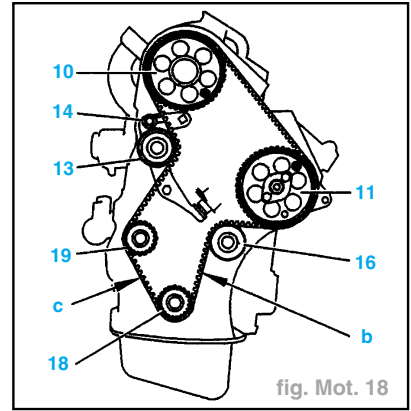

fig. Mot. 18
- Côté brin "b" bien tendu, mettre en place la courroie de distribution dans l'ordre suivant (fig. Mot. 18) :
- poulie de vilebrequin (18).
- galet enrouleur (16).
- poulie de pompe d'injection (11).
- poulie d'arbre à cames (10).
- galet tendeur (13).
- la vis (14) (figure Mot. 18).